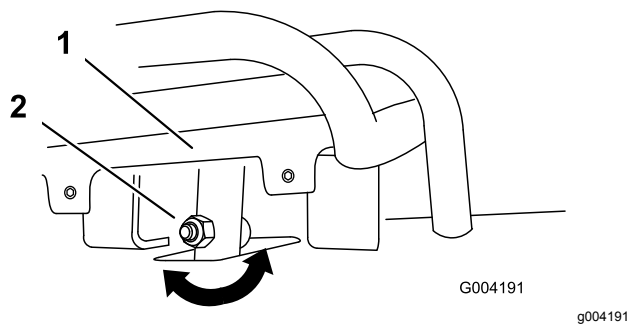
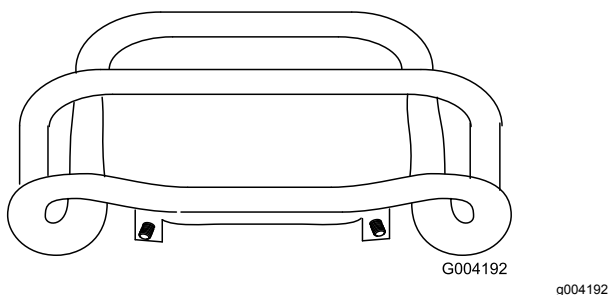

Рисунок 56
Рисунок 57
4. Если передняя часть органа управления тягой не встает параллельно контрольной штанге и вровень с ней, ослабьте фланцевую гайку и болт в хвостовике органа управления тягой (**Рисунок 56**).
5. Отрегулируйте орган управления тягой таким образом, чтобы при перемещении прямо назад он находился на одном уровне с контрольной штангой (**Рисунок 56** и **Рисунок 57**).